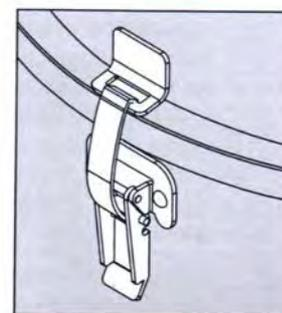

FIGURE 2
5. Убедитесь, что бак коллектора должным образом закреплен и боковые крепления защелкнуты надежно (рис.2).